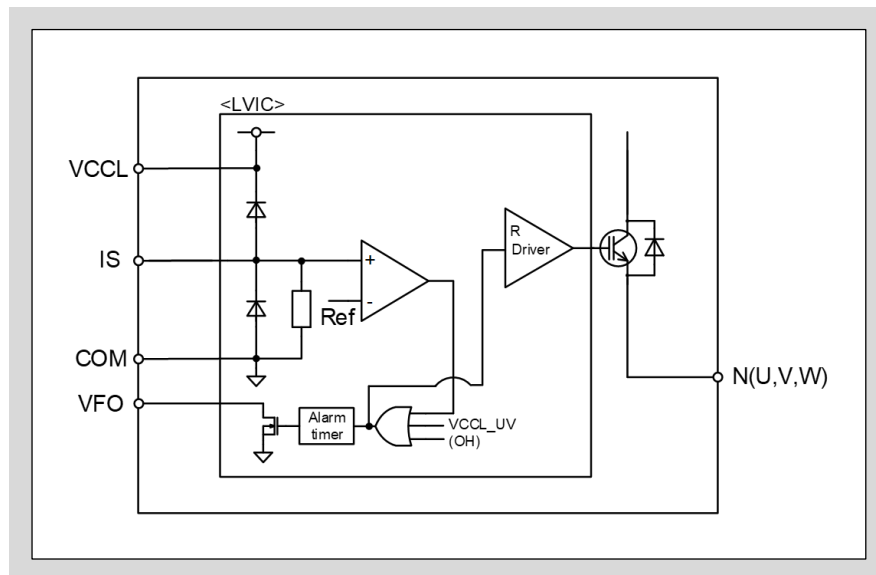
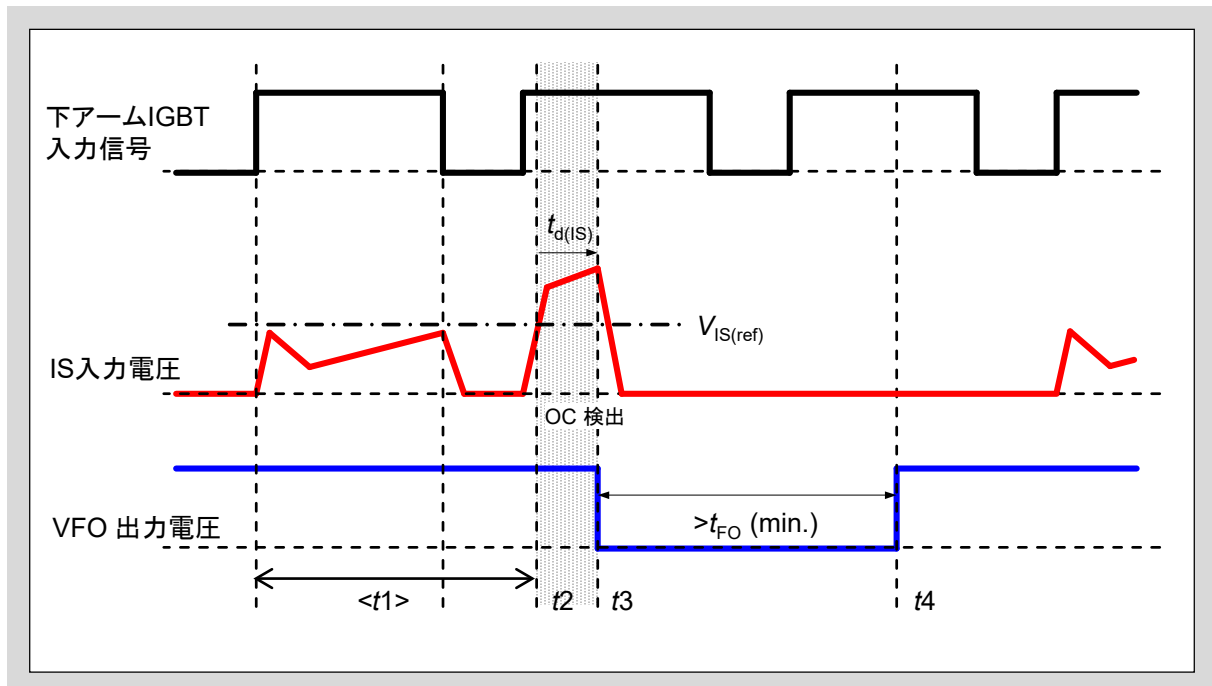

図3-19 過電流検出 IS端子回路図
図3-20 過電流保護動作シーケンス
- 図3-19に過電流検出入力のIS端子回路ブロック、図3-20に過電流保護動作シーケンスを示します。
- 図3-19に示すようにVCCL-ISとIS-COM端子間にダイオードが接続されています。このダイオードは、本製品をサージ入力から保護する目的であるため、電圧クランプダイオードとして使用しないでください。本製品が破壊する恐れがあります。